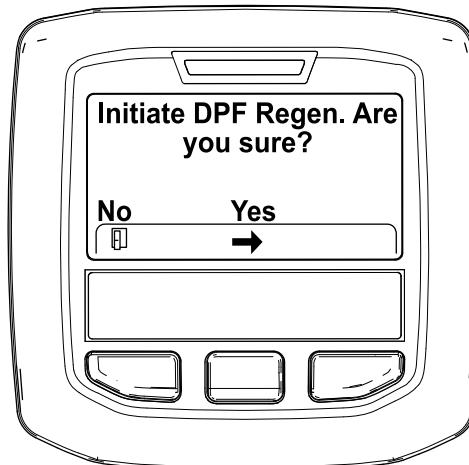

Bild 32
4. Wenn die Meldung „Initiate DPF Regen. Are you sure?“ angezeigt wird, drücken Sie die mittlere Taste (Bild 32).